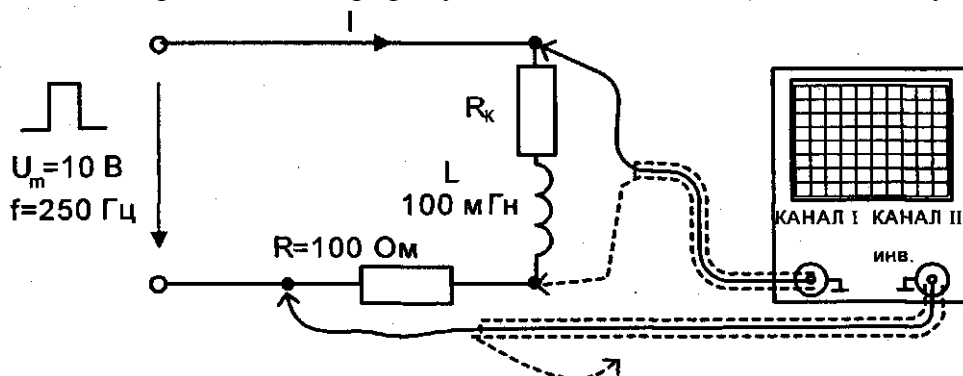

Рис. 12.1
- Соберите цепь согласно схеме (рис. 12.1) и подсоедините к ее входным зажимам регулируемый источник напряжений специальной формы, настроенный на прямоугольные импульсы положительной полярности с параметрами: $U_m = 10$ В, $f = 200 \dots 250$ Гц. Напряжение с катушки подаётся на первый канал осциллографа, а сигнал, пропорциональный току снимается с сопротивления $R = 100$ Ом. и подаётся на второй канал осциллографа. Сигнал второго канала нужно инвертировать, тогда сигнал тока на экране осциллографа будет положительным (отклонение луча вверх).